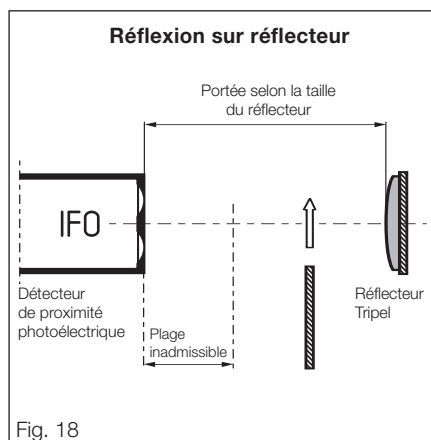

Fig. 18
- réflexion sur réflecteur (barrière) (Fig. 18)